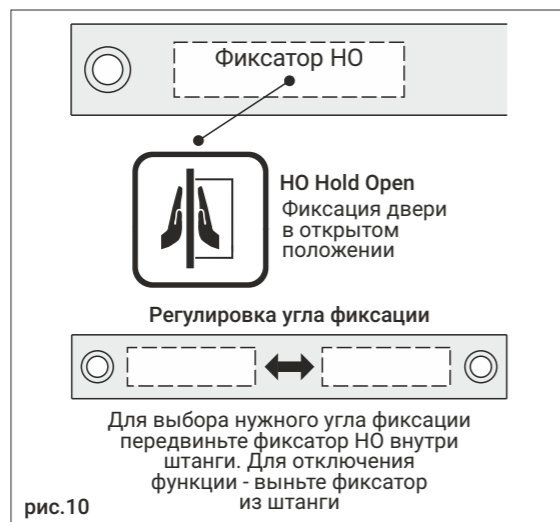
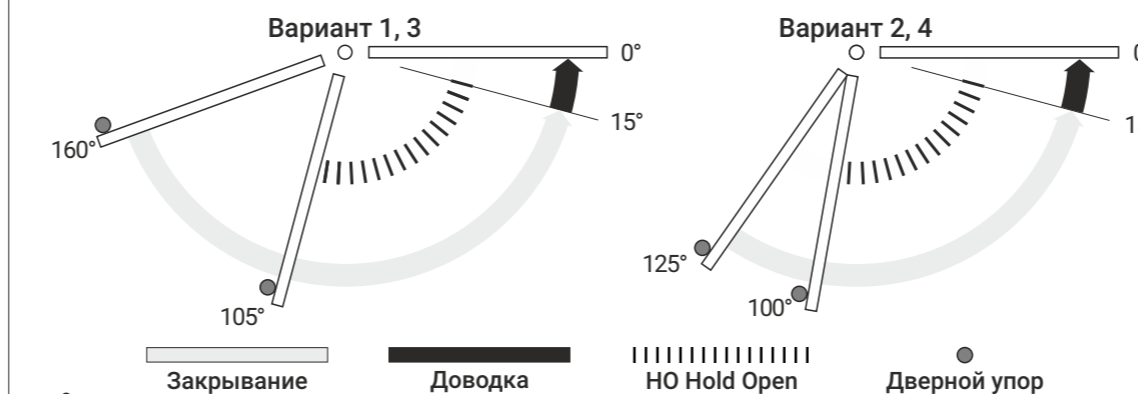

рис.10
рис.9
8. Надежно зафиксируйте шестигранным ключом «фиксатор HO» в выбранном положении (диапазон действия HO приведен на рис.9). При необходимости опция HO отключается, необходимо вынуть «фиксатор HO» из штанги (угол открывания двери при этом увеличится). Регулировать угол фиксации двери можно, передвигая фиксатор внутри штанги, рис.10.